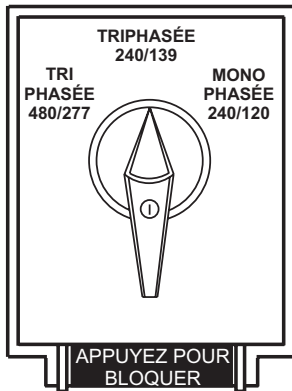

Figure 13. Le Commutateur de Sélection de la Tension
Une gamme variée de tensions est disponible, permettant mettre différentes applications sous tension. Le commutateur de **sélection de tension** est utilisé pour sélectionner les tensions (Figure 13). Pour obtenir certaines tensions telles qu'indiquées dans le Tableau 7 (ci-dessous) un réglage minutieux est nécessaire à l'aide du **bouton de commande du régulateur de tension (VR)** situé sur le panneau de commande.